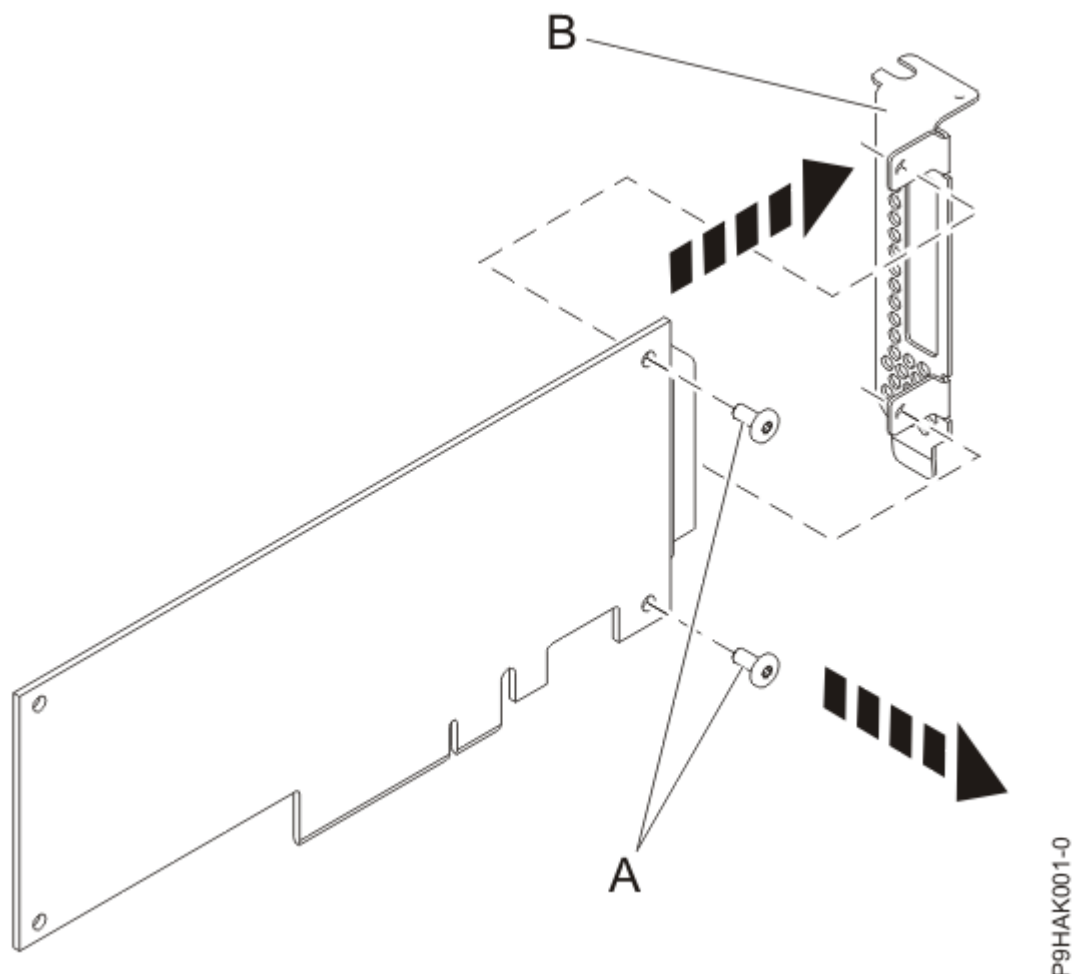

Figura 45. Extracción de la contrapunta de altura reducida de un adaptador
2. Mediante un destornillador de estrella, desenrosque los dos tornillos **(A)** que sujetan la contrapunta **(B)** al adaptador, tal como se muestra en la Figura 45 en la página 71.